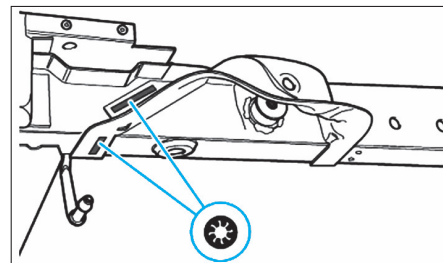

FIG. 73
- Souder le longeron en bord à bord, en cordon continu sous gaz de protection (Fig.73).